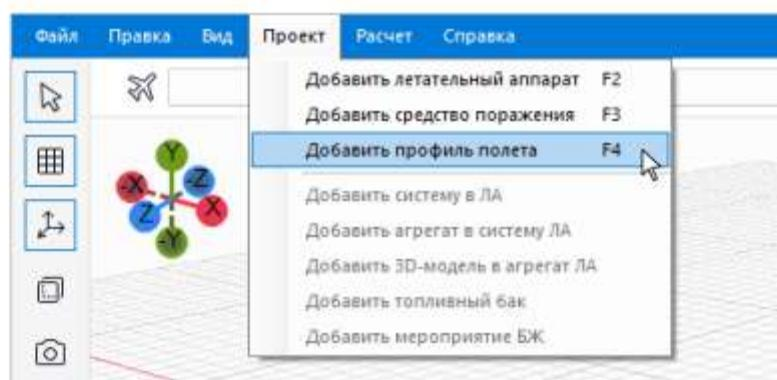

Рисунок 6.2.2
- выполнив команду *Проект* → *Добавить профиль полета* (см. Рис. 6.2.2);